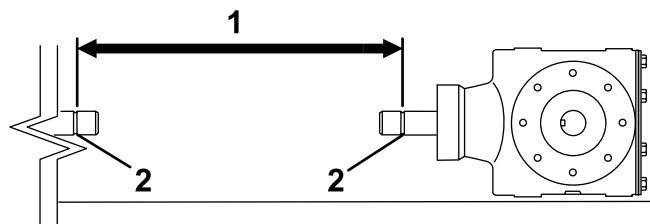
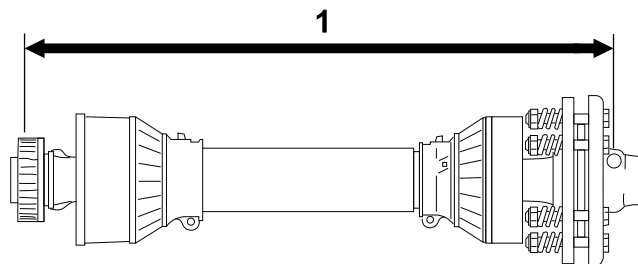

图14
图15
5. 测量从牵引车 PTO 轴端部锁槽到打孔机齿轮箱 PTO 轴锁槽之间的距离（图14）。记录此距离。示例：70cm。
6. 在 PTO 轴上，测量从一端锁定销球的中心到另一端锁定销中心的距离（图15）。记录此距离。示例：81cm。
7. 使用图14 和图12 中的两个测量值中较小的一个，用图15 中的距离减去此距离。示例：81cm 减去 67cm 等于 14cm。